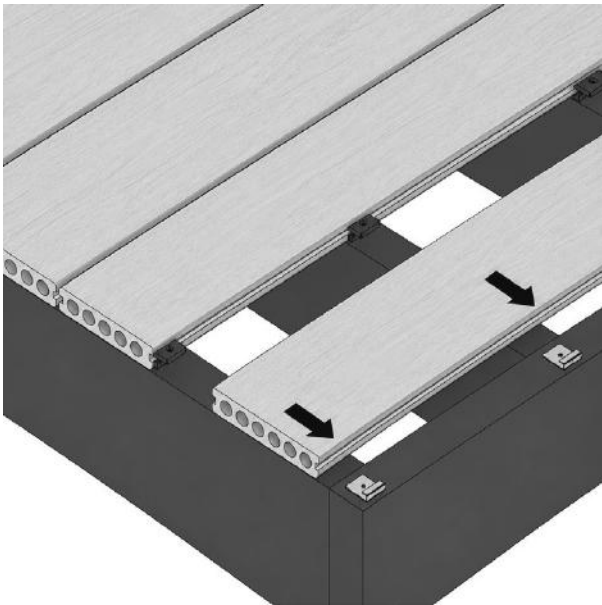

FIG. 8 - 6 MM METHODE - LAATSTE PLANK OP STARTCLIPS GEKLIKT
- Klik de laatste terrasplank op deze startclips (fig. 8)